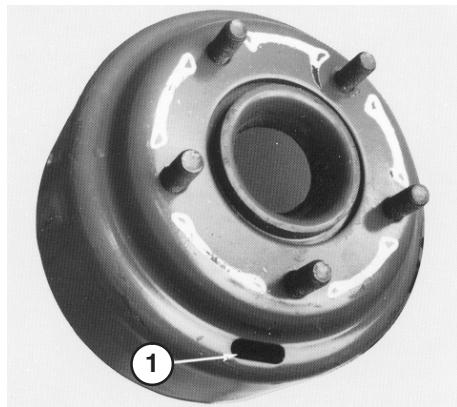
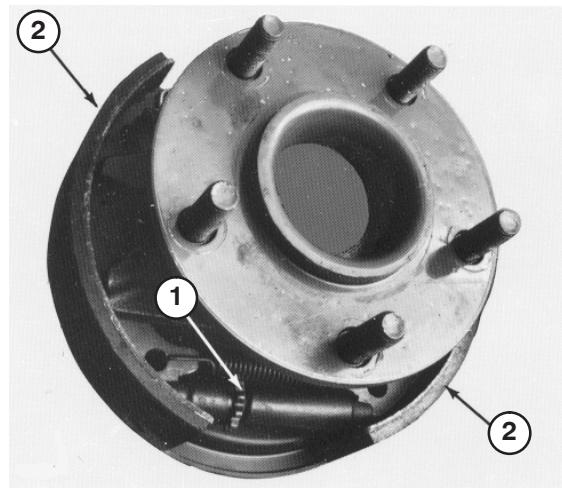

Bild 69
Bild 70
5. Nehmen Sie die Radmuttern ab und schieben Sie Rad und Reifen von den Zapfen. Drehen Sie die Bremstrommel, bis der Einstellungsschlitz unten und mittig über der Sternmutter liegt, mit der die Bremsschuhe eingestellt werden (Bild 69).
6. Drehen Sie die Sternmutter (Bild 69) mit einem Bremseinstellwerkzeug oder einem Schraubenzieher nach unten, bis die Bremstrommel (Bild 70) aufgrund des Drucks der Bremsschuhe (Bild 70) nach außen einrastet.